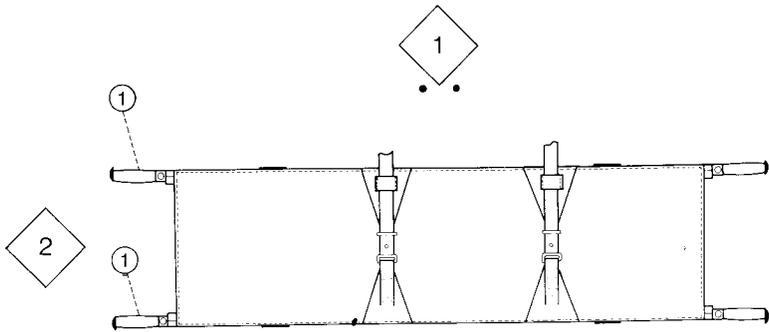
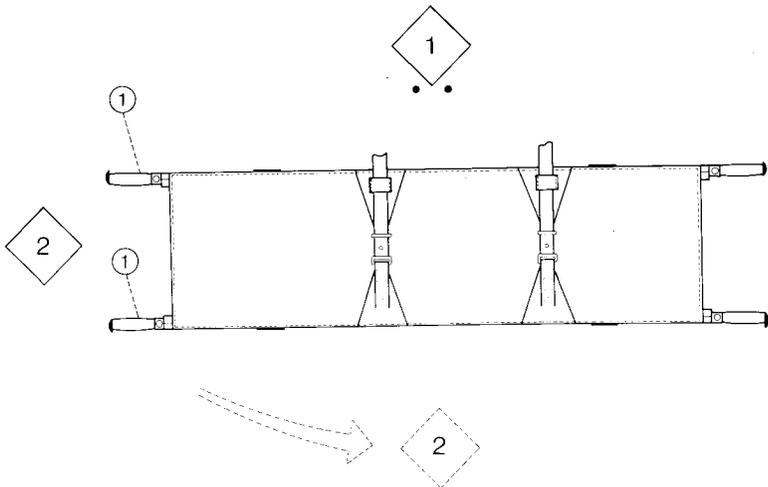

Bild 53
Bild 54
14. Krankentrage vom zweiten Mann seitlich übernehmen; dazu tritt der zweite Mann von außen an die herausgezogene Krankentrage heran und hält sie entsprechend Bild 53/1 fest. Der hinter der Krankentrage stehende Mann wechselt entsprechend Bild 54/2 und hält die Krankentrage von der Innenseite fest.